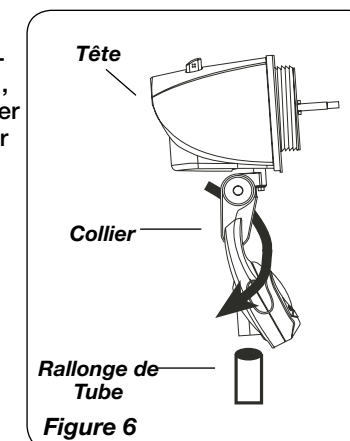

Figure 6
1. Placer la **Tête** avec le **Collier** sur la **Rallonge de Tube**. (*Figure 6*)